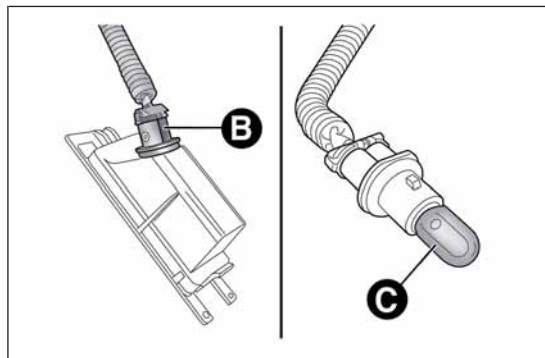

fig. 141
- ruota in senso orario il portalamпада B fig. 141, estrai la lampada C e sostituiscila.